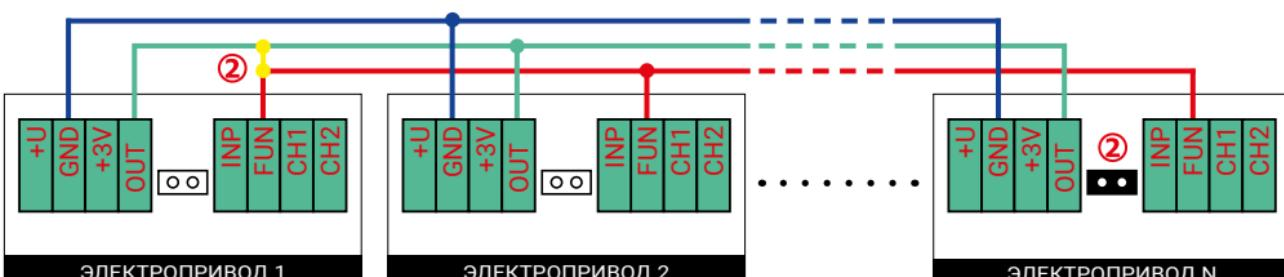

Рис. 2. Объединение в систему нескольких шаровых электроприводов из серий GIDROLOCK WINNER RADIO и GIDROLOCK WINNER
К основному устройству возможно подключение нескольких электроприводов (рис. 2).
ВНИМАНИЕ! В одном из электроприводов соедините между собой **клеммы OUT и FUN** или установите **джампер** (2) (рис. 2, фото 6).